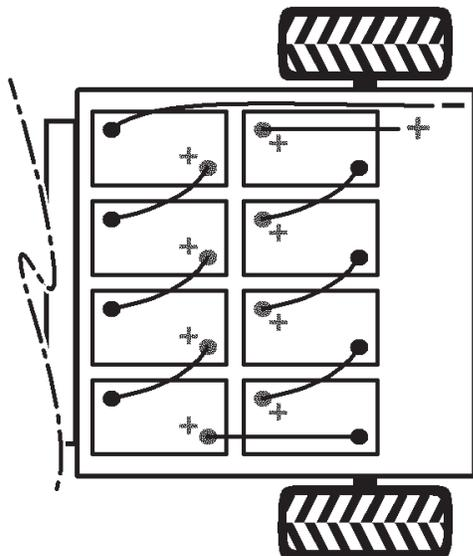

Bild 10
- Setzen Sie die Batterien ein, siehe Bild 10.
Hinweis: Achten Sie auf die Batteriepolartität, wenn Sie neue Batterien einsetzen (Bild 10).
6. Verbinden Sie die Batterien mit den Batteriekabeln, die in den losen Teilen enthalten sind, siehe Bild 10. Achten Sie darauf, dass die verlegten Kabel nicht mit scharfen Kanten in Berührung kommen.
7. Schließen Sie das lange, rote, positive Hauptkabel zwischen dem Batterieverteiler und dem Fahrzeug an (Bild 10).
8. Schließen Sie das lange, schwarze, negative Hauptkabel zwischen dem Batterieverteiler und dem Fahrzeug an (Bild 10).